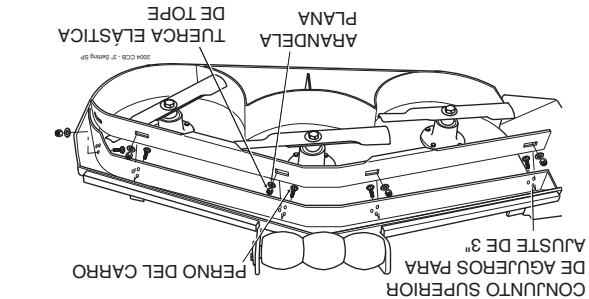

Figura 10. Posición 3" del deflector de corte personalizado
A. Posición 3" - el deflector se instala usando el conjunto superior de agujeros en el deflector frontal soldado dentro de la plataforma de corte. (Vea la Figura 10) Las plataformas de corte Velocity-Plus y Advantage entregarán la mejor calidad de corte en césped muy alto, tieso y difícil de cortar.